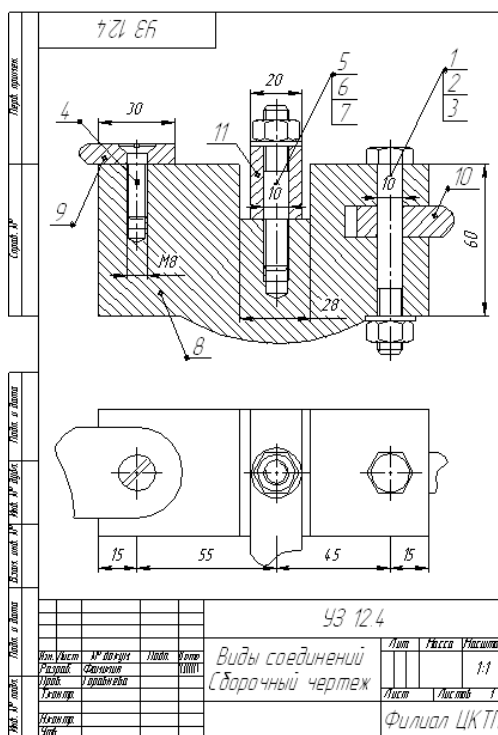

Рис. 7. Окончательный чертеж
4. Вставьте *Набор с болтом2* в чертеж (смотрите Рис. 7). В окне линии позиции 1 нажмите кнопку *Проставить новую* и на чертеже укажите объект и положение полки. В следующих окнах новых объектов спецификации для гайки (далее для шайбы) нажмите кнопку *Указать существующую* и на чертеже укажите линию позиции для болта.